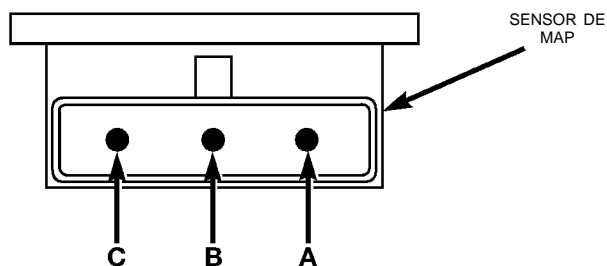

Fig. 49 Terminales del conector del sensor de MAP—Característicos
(2) Pruebe el voltaje de salida del sensor de MAP entre los terminales A y B del conector de MAP (Fig. 49). Con el interruptor de encendido en la posición
(3) Pruebe si la cavidad A-27 del módulo de control del mecanismo de transmisión (PCM) muestra los mismos valores de voltaje detallados con anterioridad con el objeto de verificar el estado del mazo. Repare según sea necesario.
(4) Mida el voltaje de alimentación del sensor de MAP entre los terminales A y C del conector del sensor (Fig. 49) con el encendido en posición ON. El voltaje debe ser de aproximadamente 5 voltios ($\pm 0,5V$). También debe haber cinco voltios ($\pm 0,5V$) en la cavidad A-17 del PCM conector del mazo de cables del PCM.
(5) Pruebe el circuito de masa del sensor de MAP en el terminal A del conector del sensor (Fig. 49) y el conector A4 del PCM. En caso necesario, repare el mazo de cableado.
(2) Mida el voltaje de salida del sensor de MAP entre los terminales A y B del conector de MAP (Fig. 49). Con el interruptor de encendido en la posición ON y el motor apagado, el voltaje de salida debe ser de 4 a 5 voltios. El voltaje deberá caer entre 1,5 y 2,1 voltios en condiciones de ralentí en punto muerto y motor caliente.
(4) Pruebe el voltaje de alimentación del sensor de MAP entre los terminales A y C del conector del sensor (Fig. 49) con el encendido en posición ON. El voltaje debe ser de aproximadamente 5 voltios ($\pm 0,5V$). También debe haber cinco voltios ($\pm 0,5V$) en la cavidad A-17 del PCM conector del mazo de cables del PCM. Repare o reemplace el mazo de cableado, según sea necesario.